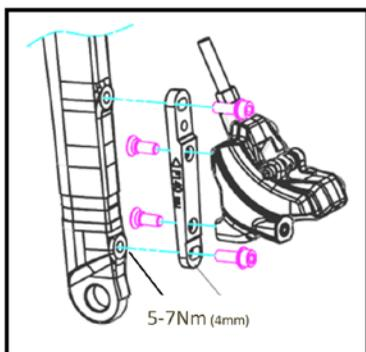

Figura D-1 Allineare la frontale con i fori di montaggio della forcella.
- Assemblare l'adattatore e la pinza anteriore, la coppia di serraggio è 5-7 Nm (4 mm) (**Figura D-1**)